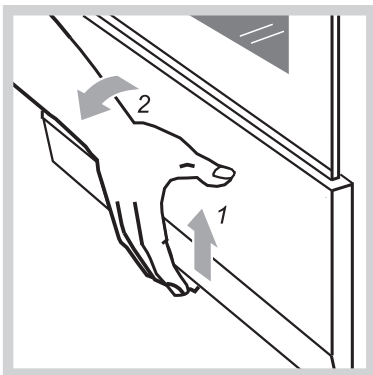

Рис.9
- Плиты выпускаются двух исполнений: с выдвигаемым ящиком и с откидной дверцей. Чтобы открыть дверцу, ее нужно приподнять вверх и наклонить на себя (рис.9).